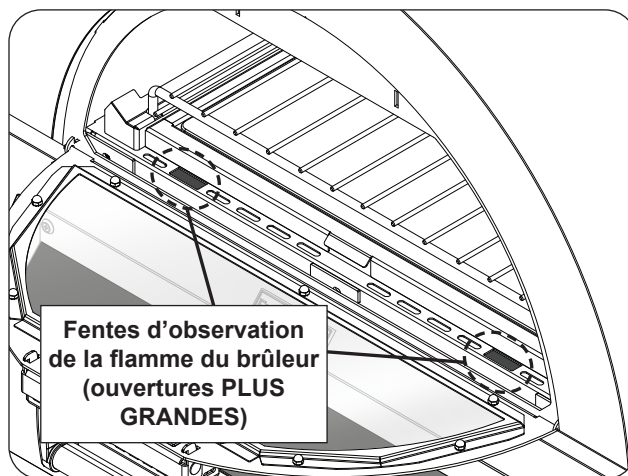

Fig. 34-3 Orifices d'observation de la flamme du brûleur
**Important:** Inspectez visuellement les flammes des brûleurs à travers les deux fentes rectangulaires de visualisation des flammes (voir Fig. 34-3).
**CAUTION:** Si les brûleurs ne s'allument pas dans les dix (10) secondes suivant l'allumage du voyant lumineux rouge à DEL, éteignez l'unité en appuyant sur l'interrupteur d'alimentation du thermomètre. **ATTENDEZ CINQ (5) MINUTES** avant de répéter l'étape 3. Si vous sentez du gaz, suivez les instructions sur la couverture de ce manuel. Si les brûleurs ne s'allument toujours pas après plusieurs tentatives, éteignez le système et contactez un technicien de service professionnel qualifié.